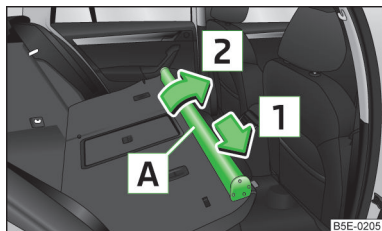

Fig. 104
- Împingeți carcasa peretelui despărțitor din plasă **A** în sensul săgeții **1** și scoateți-o din prinderea spătarului banchetei din spate, în sensul săgeții **2** » fig. 104.
- Împingeți carcasa peretelui despărțitor în sens contrar săgeții **1** » fig. 104, până la capăt.